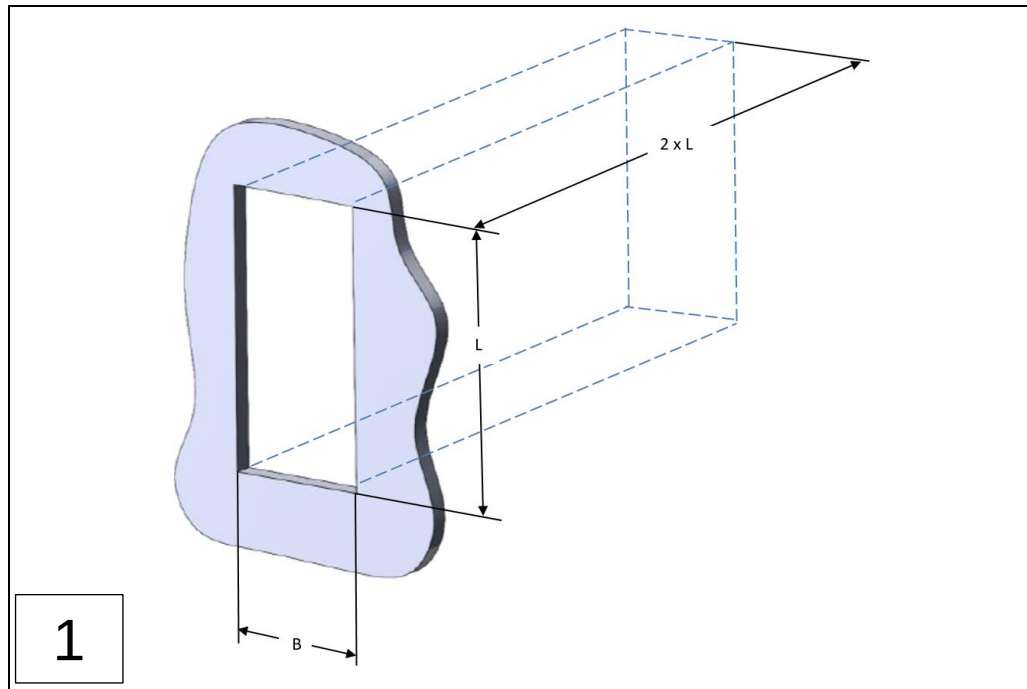

Abb.: 37 : Abmaße Einbauraum, Remote Indicator II
Schritt 1: Herstellung erforderlicher Bauraum, gemäß Abbildung 37